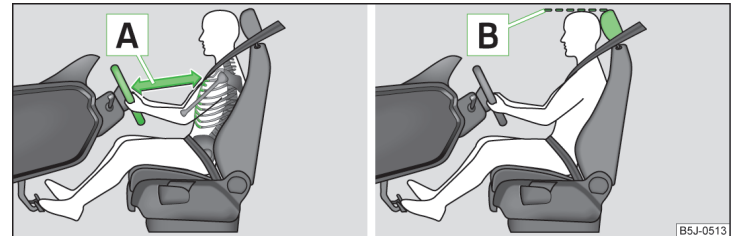

Abb. 1 Der richtige Abstand des Fahrers zum Lenkrad / Richtig eingestellte Kopfstütze
- ✓ Das Lenkrad so einstellen, dass der Abstand [A] zwischen Lenkrad und Brustbein mindestens 25 cm beträgt » Abb. 1. Lenkrad einstellen » Seite 8, *Lenkradposition einstellen*.
- ✓ Die Kopfstütze so einstellen, dass die Oberkante der Kopfstütze sich möglichst auf einer Höhe mit dem oberen Teil Ihres Kopfes befindet B » Abb. 1 auf Seite 7 » Seite 7.
- ✓ Die Kopfstütze so einstellen, dass die Oberkante der Kopfstütze sich möglichst auf einer Höhe mit dem oberen Teil des Kopfes befindet **[B]** » **Abb. 1 auf Seite 7** » **Seite 7.**